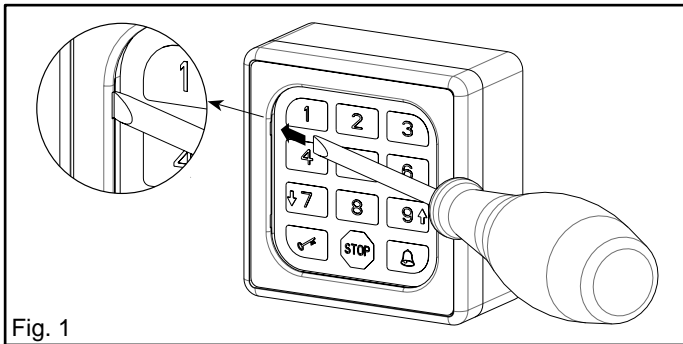
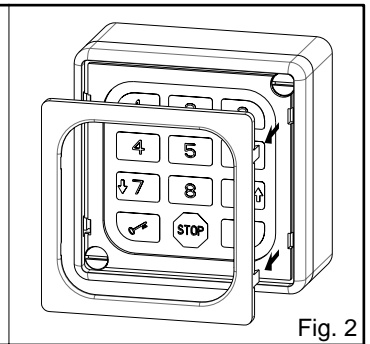

Fig. 1
Fig. 2
- Die Schraubenabdeckung (Abb. 2) mit einem Schraubenzieher entfernen (siehe Abb. 1);
- Enlever, avec l'aide d'un tournevis (voir fig. 1), le couvercle de protection des vis (fig. 2) ;
- Saque, ayudándose con un destornillador (véase fig. 1), la tapadera que cubre los tornillos (fig. 2);